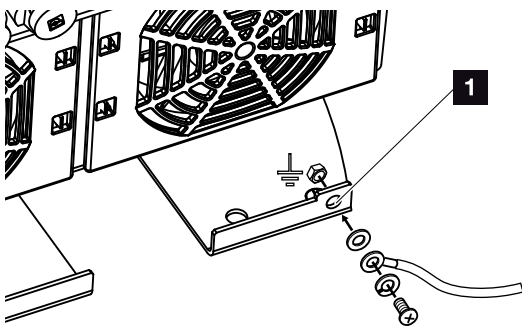

Fig. 25 : Raccordement PE externe propre à chaque pays
11. Dans les pays imposant un second raccordement à la terre (PE), raccorder celui-ci à l'endroit indiqué du boîtier (externe). **🔧** Fig. 25, pos. 1